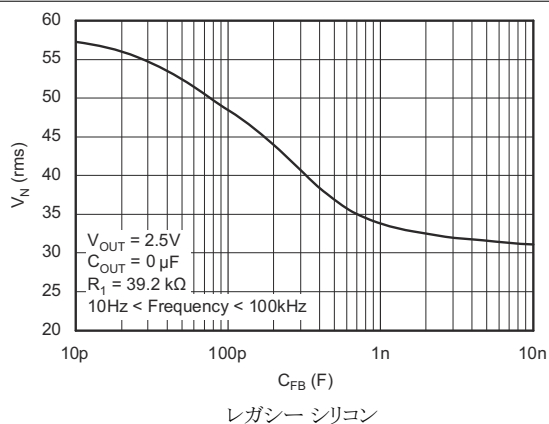

図 5-47. TPS73601 の RMS ノイズ電圧と  $C_{FB}$  との関係
**35μVRMS** 未満のノイズ レベルを得るために、**10nF** のノイズ低減容量 ( $C_{FF}$ ) を選択します。 $C_{FF}$  の最適な値を選択する際は、図 5-47 を基準としてを使用する必要があります。